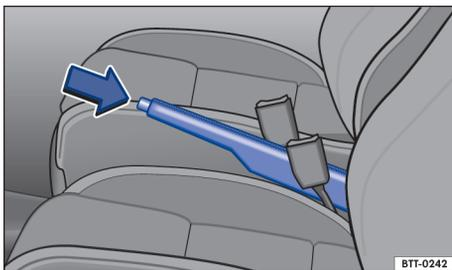

图 87 在前排座椅之间：手制动器
- 略微向上拉手制动器操纵杆并按压锁止按钮 → 图 87 (箭头)。